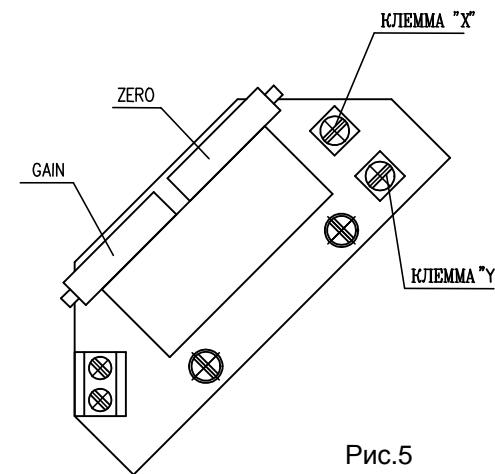

Рис.5
### 4.6.1 EPV - 2-проводниковое включение (рис.5,5а)
- Установите омический датчик на основании инструкций в предыдущей главе так, что омическую величину измеряйте на клеммах X-Y или R-R (рис.5,5а) (употреблен датчик с омической величиной 100Ω).
- Поворачиванием устанавливающего триммера **GAIN** или **B** (рис.5) установите величину выходного сигнала тока, измеряемого на клеммах 81-82, на величину **20 мА**.
Рис. 5а